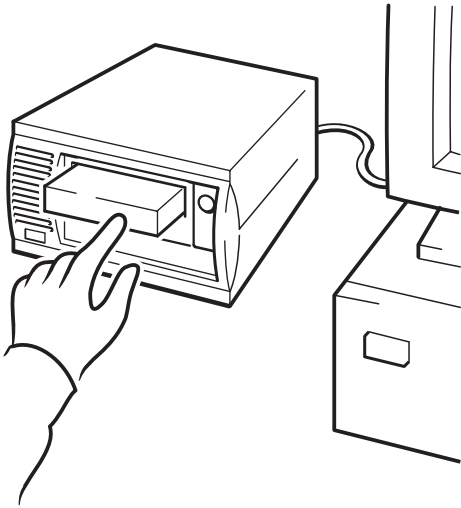

Figure 10a : utilisation de HP OBDR, étape 1
- 1 Insérez la cartouche amorçable la plus récente dans le lecteur (voir Figure 10a). La cartouche doit être enregistrée par une application de sauvegarde enregistrant les données sur bande au format CD-ROM.